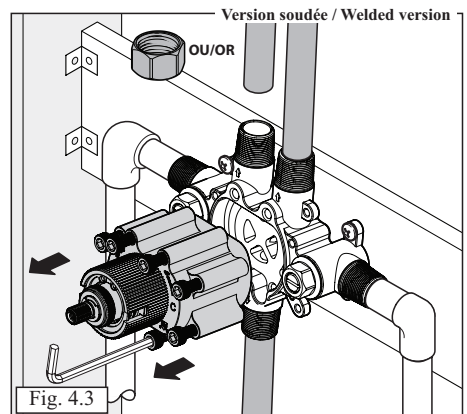

Fig. 4.3
- **VERSION SOUDÉE** : Important : Enlever la cartouche avant de souder (fig. 4.3). Note : Allez à la page 16 pour les étapes à suivre lors d'un changement de cartouche.
- **WELDED VERSION** : Important : Remove the cartridge before welding (fig. 4.3). Note : Refer to page 16 to see steps to follow to replace the cartridge.